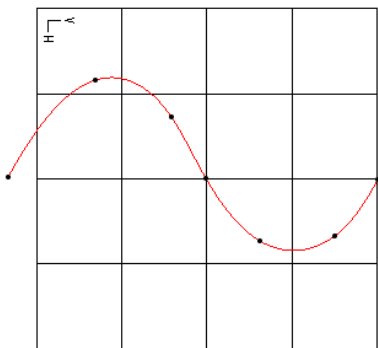

图 5-41 曲线上的插值点
- 插值点：默认情况下，在创建或编辑曲线时，造型曲面显示曲线的插值点，如图5-41所示。单击并拖动实际位于曲线上的点即可编辑曲线。